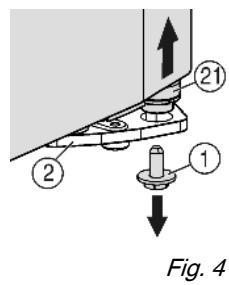
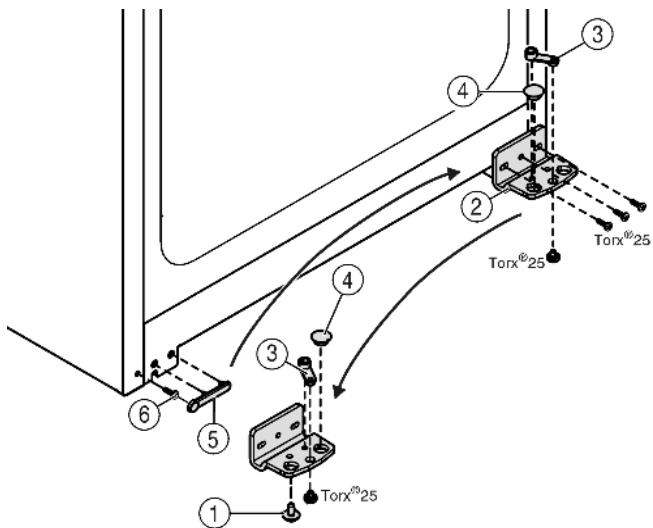

Fig. 4
Fig. 5
- ▶ Внизу справа на опорном кронштейне выкрутите фиксирующий винт Fig. 4 (1).
- ▷ Опорный палец Fig. 4 (21) можно извлечь из опорного кронштейна Fig. 5 (2).
- ▶ Если не удается извлечь опорный палец Fig. 4 (21), нажмите на него снизу.
- ▶ Открутите опорный кронштейн Fig. 5 (2).
- ▶ Открутите опорную деталь Fig. 5 (3) и, переставив в отверстие на противоположной стороне опорного кронштейна, снова прикрутите.
- ▶ Извлеките заглушку Fig. 5 (4) из опорного кронштейна и переставьте ее в отверстие на противоположной стороне опорного кронштейна.
- ▶ Осторожно снимите крышку со стороны ручки Fig. 5 (5).
- ▶ Выкрутите болт Fig. 5 (6) и вкрутите на противоположной стороне.
- ▶ Снова установите крышку Fig. 5 (5).
- ▶ Снова прикрутите опорный кронштейн Fig. 5 (2) на новой стороне шарнира (**с моментом 4 Нм**). При необходимости используйте аккумуляторный шуруповерт.
- ▶ Вкрутите фиксирующий винт Fig. 4 (1) внизу в опорный палец и затяните (**с моментом 4 Нм**).